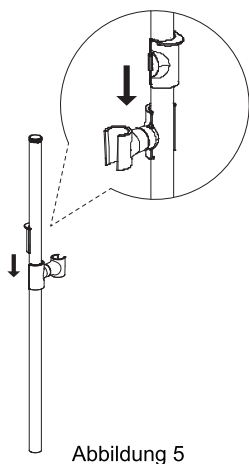
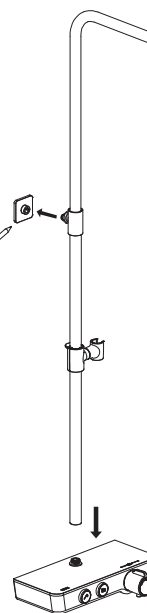

Abbildung 5
Abbildung 7
a) Verbinden Sie die Erhöhungsstange mit der Thermostat-Duschstange (Abbildung 5/6) und markieren Sie die Position des Rohranschlusses an der Wand (Abbildung 7).